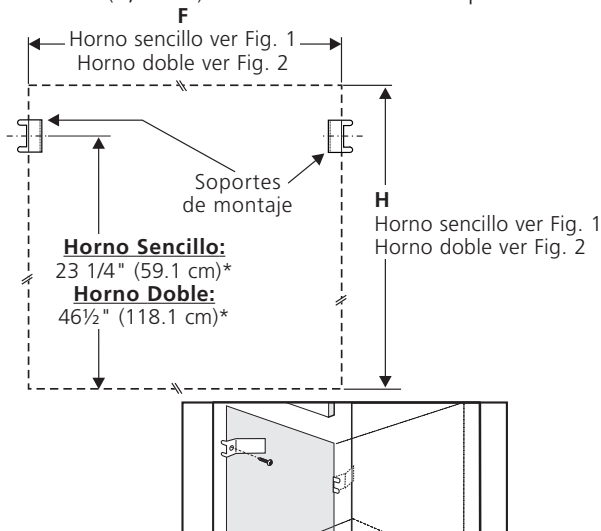

Figura 8
2. Instale la abrazadera de montaje como en la figura 8.